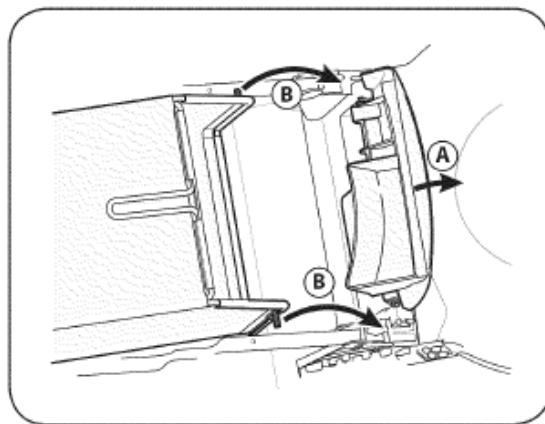

РИС. 8
- Расположите травосборник в пазах на кронштейнах рукоятки, как показано на Рис. 8. Опустите дверцу выгрузки.